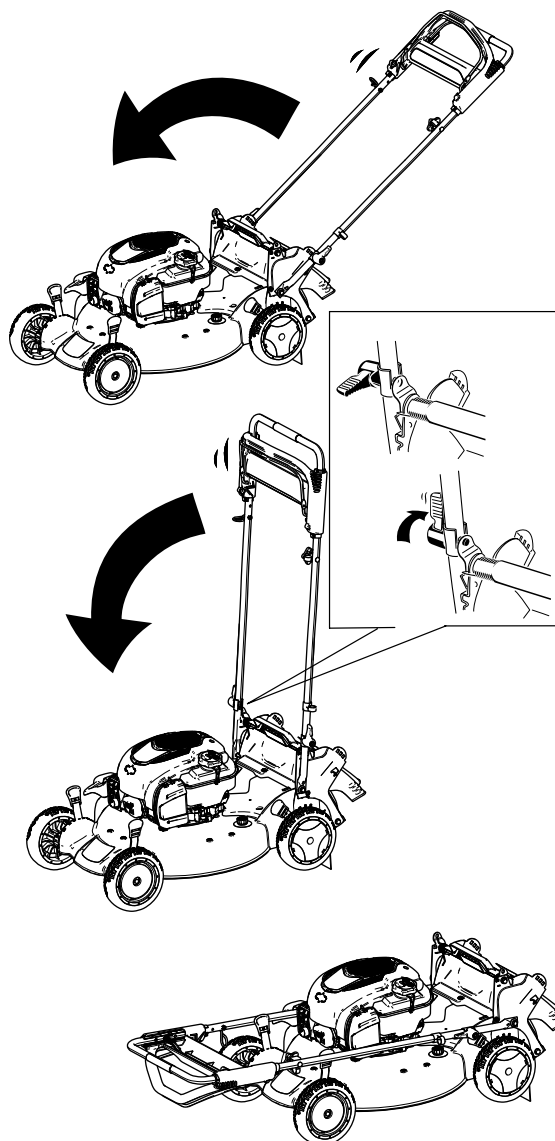

Figure 30
2. Faites pivoter le guidon en avant (Figure 30).